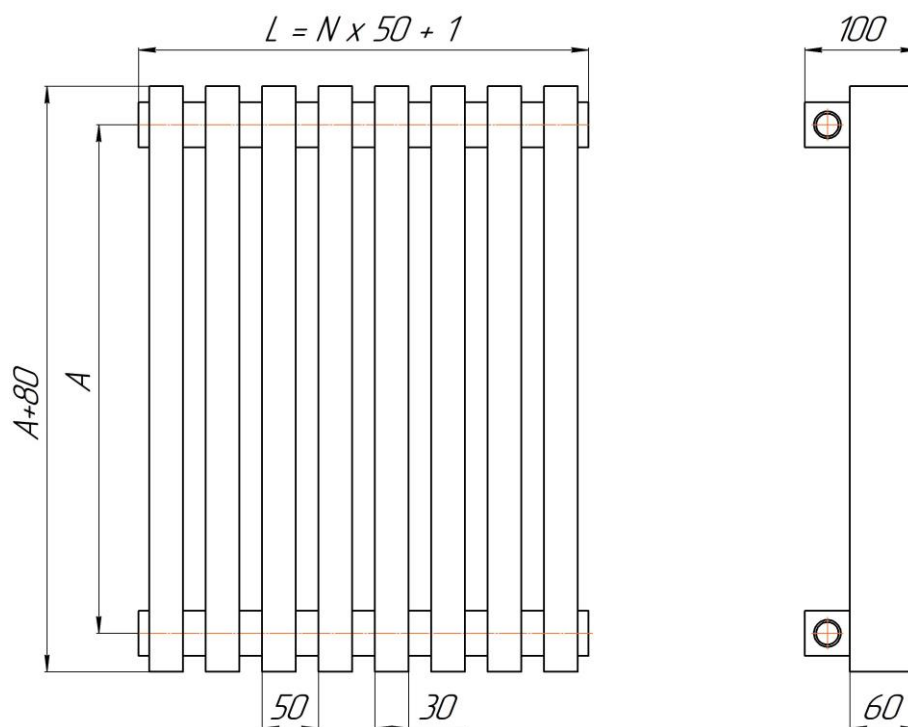

Рис. 1 Радиатор «QUADRUM 60 V», где: А – межцентровый монтажный размер, мм; N – количество секций; L – габаритная длина, мм.
2.1. Основные размеры и параметры радиаторов приведены на рис.1 и в таблице.